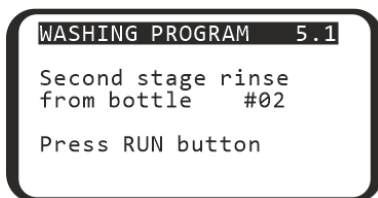

Рисунок 12. По 2 каналам
5.9.1 Во время работы прибора дисплей (рис. 12) показывает текущую бутылку (1), отрабатываемый цикл (03) и текущее действие с таймером (Shake ... 05)